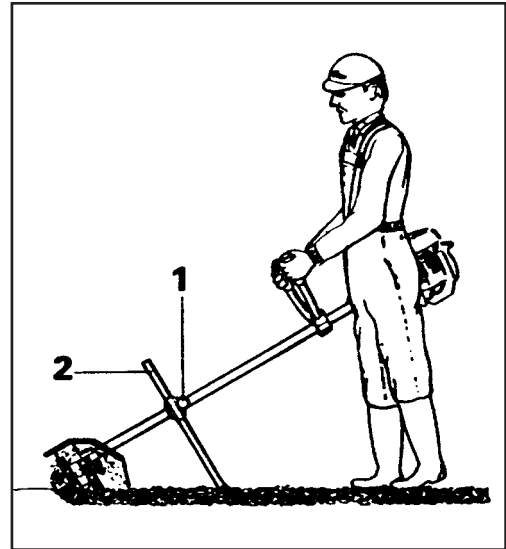

Fig. 4
**ACHTUNG!** - Was Bedienung, Einstellung und Wartung des Motors anbelangt, beachten Sie die **Anweisungen der Bedienungsanleitung Ihres (Motorsense)**. Der Führungsdorn ist notwendig, um sowohl den Kultivator als auch seine Arbeitstiefe unter Kontrolle zu halten. Durch eine genaue Einstellung des Dornes (2) erreichen Sie eine völlige Kontrolle der Maschine ohne jegliche Mühe.
**GEBRAUCH (Abb. 4):** Passe Sie den Gurt nach Bedarf an (siehe Betriebsanleitung für Motorsense). Stellen Sie die Höhe des Dornes (2) mit Hilfe des Knopfes (1) ein: Das Ende des Dornes sollte den Boden berühren. Langsam vorwärtsgehen und die Fräse dabei vor- und rückwärts bewegen.
**ATENCIÓN!** - Para usarlo, regulación y mantenimiento del motor, vea el **manual de instrucciones de la desbrozadora**. La reja (2) es necesaria para poder controlar la profundidad de labrar con el cultivador. Una buena regulación de la reja (o espolon) permitirá un buen control total de la máquina sin esfuerzo.
**UTILIZACION (Fig. 4):** regule el cinturón y bandolera a su cuerpo (vea el manual de la desbrozadora). Regule la altura de la reja (o espolon) mediante el pomo (1), la parte inferior de la reja debe tocar el terreno. Camine lentamente, mueva el cultivador hacia adelante y atrás.
**LET OP!** - Voor het gebruik, de afstellingen en het onderhoud van de motor dient u zich te houden aan **de instructies die zijn aangegeven in de handleiding voor gebruik en onderhoud van uw bosmaaier**. Het mes (2, Fig.4) is noodzakelijk voor de controle van de beweging van de cultivator en de controle van de werkdiepte. Als het mes goed is afgesteld, zult u de machine zonder krachtsinspanning volledig onder controle kunnen houden.
**GEBRUIK (Fig.4):** maak de draagriemen op maat voor uw lichaam (zie handleiding voor gebruik en onderhoud van de bosmaaier). Regel met behulp van de knop (1) de hoogte van het mes (2). Loop met kleine passen vooruit en verplaats de cultivator naar voren en naar achteren.